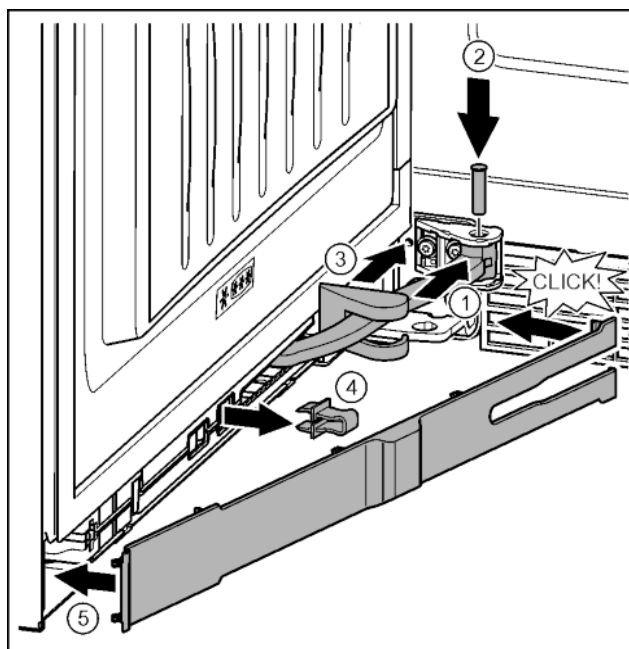

Fig. 36
- ▶ Gelenk in Aufhängung drehen. Fig. 36 (1)
- ▶ Bolzen mit einem Schraubendreher T15 in Aufhängung und Gelenk einsetzen. Dabei darauf achten, dass der Rastnocken korrekt in der Nut sitzt. Fig. 36 (2)
- ▶ Lagerbockabdeckung entlang des Gelenks schieben und über der Aufhängung montieren. Fig. 36 (3)
- ▶ Sicherung abnehmen. Fig. 36 (4)
- ▶ Blende griffseitig ansetzen und einschwanken. Fig. 36 (5)